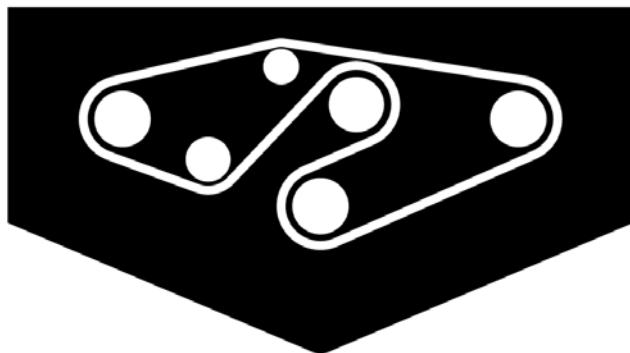

Figura 38
- Montate la nuova cinghia attorno alle pulegge del perno e alla puleggia tendicinghia, come illustrato nella figura 38